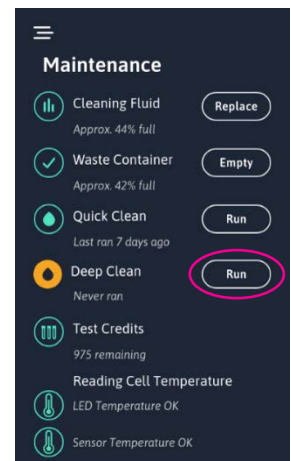

Abbildung 34
1. Drücken Sie die Schaltfläche „Ausführen“ für die Tiefenreinigung im Untermenü „Wartung“ zum Start einer Tiefenreinigung (Abbildung 34). Das Analysegerät überprüft das iWASH- und das iWASTE-Flaschenvolumen und fordert gegebenenfalls auf, die Flasche zu ersetzen. Ist das Volumen ausreichend, fordert das Analysegerät dazu auf, die Reinigungslösung einzulegen.